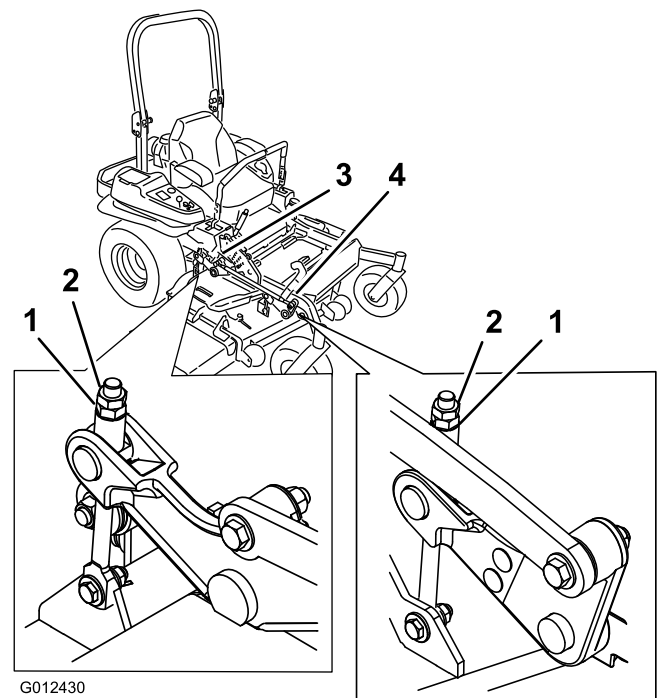

Bild 87
- 10. Drehen Sie die Einstellmutter am Frontmähwerkhub, um eine genaue Einstellung zu erreichen (Bild 87).
16. Drehen Sie die Einstellmutter am Frontmäherwerkhub, um eine genaue Einstellung zu erreichen (Bild 87).